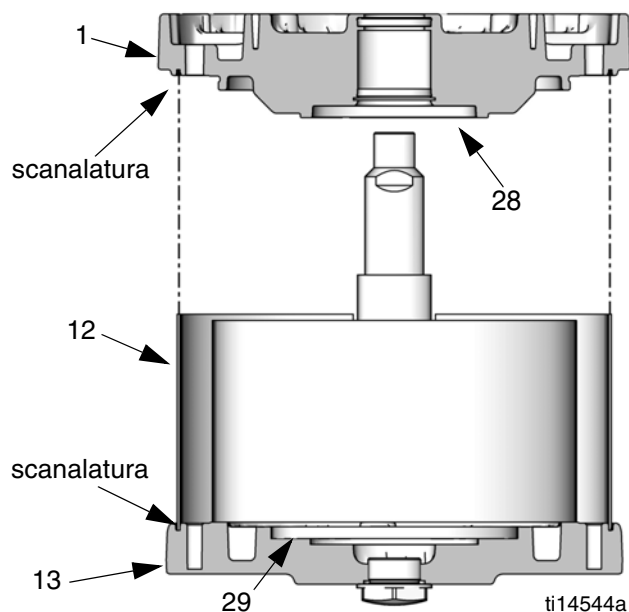

FIG. 13: Allineare lo schermo nelle scanalature sui coperchi
8. Lubrificare e installare l'anello di tenuta (9*) sul coperchio inferiore (1).
9. **Solo M07xxx, M12xxx e M18xxx:** installare l'ammortizzatore del pistone (28) sul coperchio inferiore (1).
10. Vedere FIG. 13. Posizionare con cautela il coperchio inferiore (1) sul cilindro (11), facendo scorrere la biella attraverso il cuscinetto. Le superfici del collettore del coperchio superiore e di quello inferiore devono essere allineate. Assicurarsi che lo schermo (12) si trovi nella scanalatura sia sul coperchio superiore, sia sul coperchio inferiore.